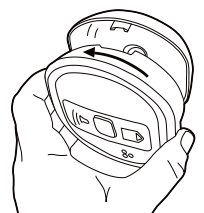

Fig 2
- 1) abrir el detetor girando en sentido anti-horario (Fig 2)